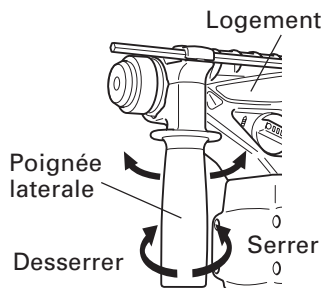

Fig. 6
- Fixation de la poignée latérale (Fig. 6)